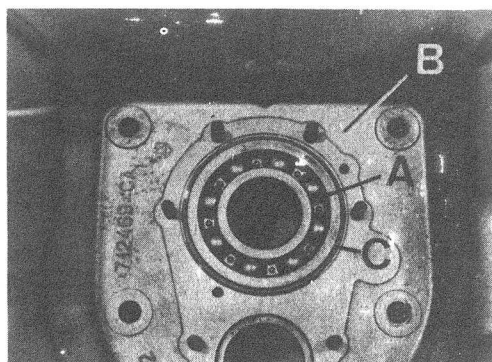

Fig. C1-88 Cárter de embrague
##### 1.2. Extraer el rodamiento, A (Fig. C1-88) del cárter de embrague, B, y desmontarle e anillo elástico, C.
- 2.2. Montar el rodamiento, A (Fig. C1-88) sobre el cárter, B, de embrague, de forma que el anillo elástico, C, haga tope sobre la cara frontal interna del cárter.